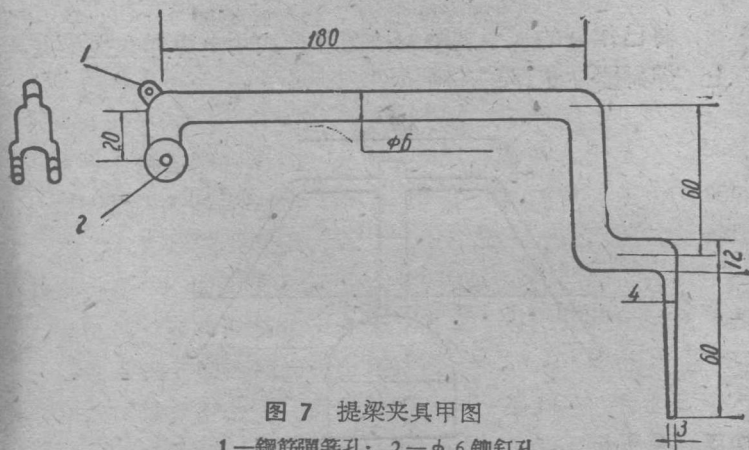
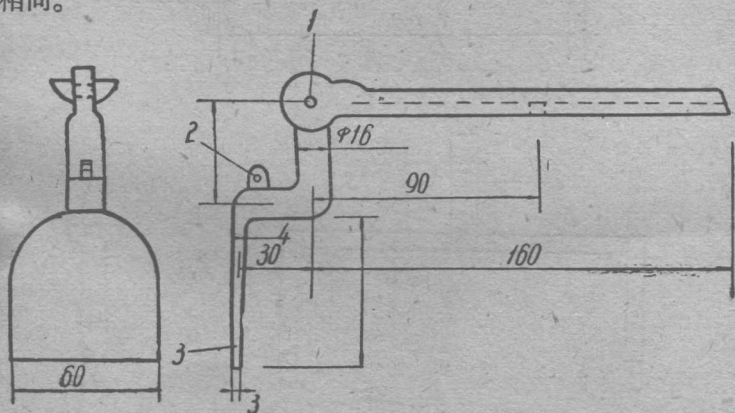

图 7 提梁夹具甲图
图 10 提梁夹具乙图
1. 提梁夹具甲：用直径16毫米、长为330毫米的钢筋，在烘爐上鍛打而成（见图7）。它与提梁夹具乙（见图10）一样，均起着夹磚作用。
3. 提梁夹具乙：用一根直径16毫米、长为250毫米的钢筋，在烘爐上鍛打而成（见图10），其作用与提梁夹具甲相同。